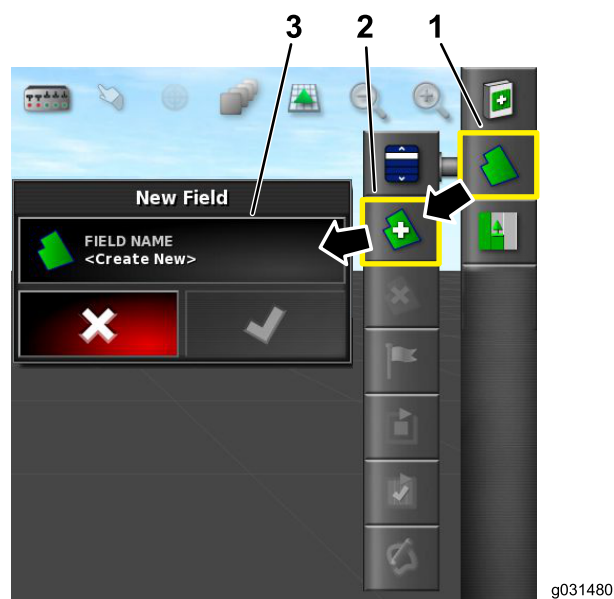

Figure 4
3. Sélectionnez la case de saisie de nom de champ, nommez le champ et confirmez (Figure 4).